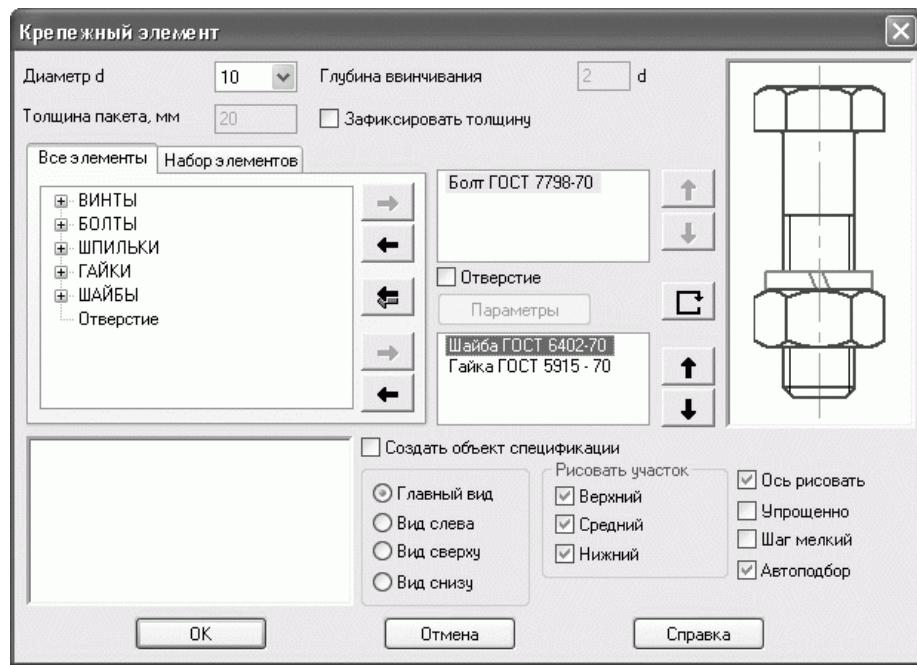

Рис. 2.119. Диалоговое окно Крепежный элемент
Для предотвращения отвинчивания болтов, соединяющих корпус с крышкой, при ударных или вибрационных нагрузках на редуктор под гайку перед закручиванием устанавливается упругая шайба. Изображения стандартных шайб, как и болтов и гаек, можно вставить из конструкторской библиотеки системы КОМПАС-График. Однако не спешите помещать в чертеж по отдельности все элементы, формирующие болтовое соединение (крепежный элемент). В той же конструкторской библиотеке есть специальная команда (не входящая ни в одну из групп) – Крепежный элемент. После ее выбора появится диалоговое окно, позволяющее настроить внешний вид и характеристики создаваемого крепежного элемента (рис. 2.119). На вкладке Все элементы вы можете выбирать любые стандартные элементы крепежа, после чего при помощи кнопки Добавить ➔ (или простым перетаскиванием) добавлять их в состав своего крепежного элемента. Задайте такие настройки крепежного элемента: болт по ГОСТ 7798—70, шайба по ГОСТ 6402—70 и гайка по ГОСТ 5915—70. Обратите внимание, что шайба и гайка размещены в нижнем списке, что указывает системе на необходимость размещения этих элементов внизу болта, а не у его головки. Установите переключатель в положение Главный вид, а в области Рисовать участок снимите флажок Средний. Если этот флажок установлен, значит, в изображении крепежного элемента болт будет отрисован от основания головки до шайбы. Поскольку на главном виде все крепежные элементы будут изображены без разреза, то нам эта часть изображения не нужна (ее все равно пришлось бы удалять вручную). Сняв данный флажок, вы автоматически избавитесь от части изображения болта, невидимой за фланцами крышки и корпуса.
3. Выберите в конструкторской библиотеке объект Крепежный элемент. Появится диалоговое окно (см. рис. 2.119).